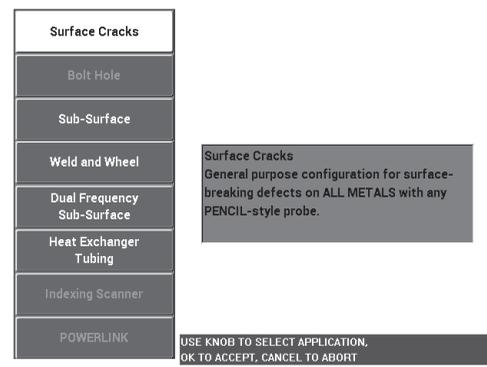

Figura 5-84 Aplicación para grietas superficiales
2. Pulse una sola vez la tecla de menú ADV SETUP (), después, seleccione el parámetro **APPL SELECT** (tecla de función A) para abrir el menú de selección de aplicaciones. Seleccione la opción **Surface Cracks** (grietas superficiales) con la rueda de ajuste y, después, pulse la tecla  para aceptar la selección. Vea la Figura 5-84 en la página 206.
7. Levante la sonda de la superficie; después, coloque nuevamente sonda sobre la muestra. Repita este movimiento tres veces y, después, pulse la tecla ANGLE (). A continuación, ajuste el ángulo de despegue hasta que este orientado de manera ascendente (90°). Vea la Figura 5-84 en la página 206.